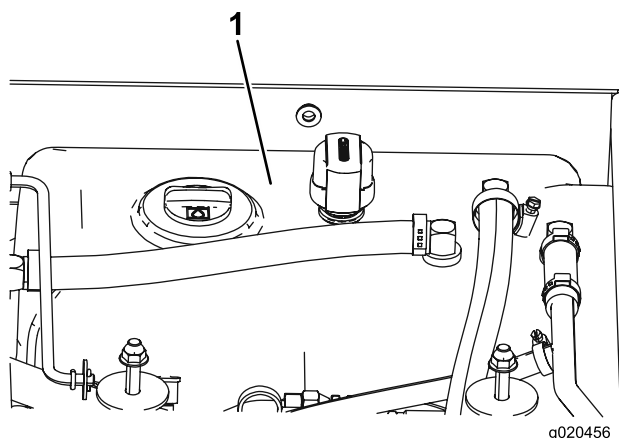

Figura 75
4. Encha o reservatório (Figura 75) com fluido hidráulico; consulte Verificar o fluido hidráulico (página 57).